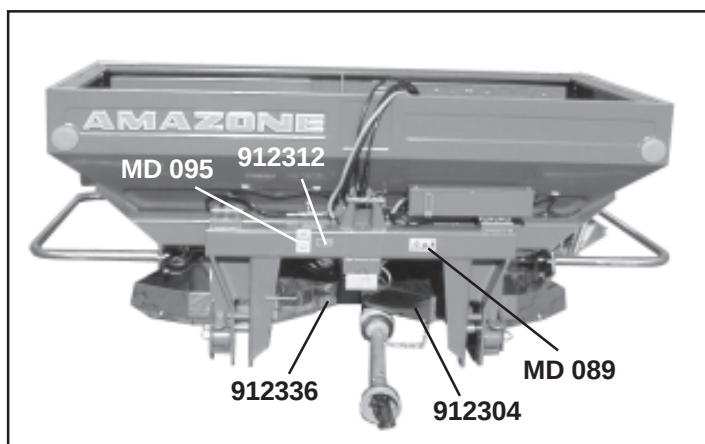
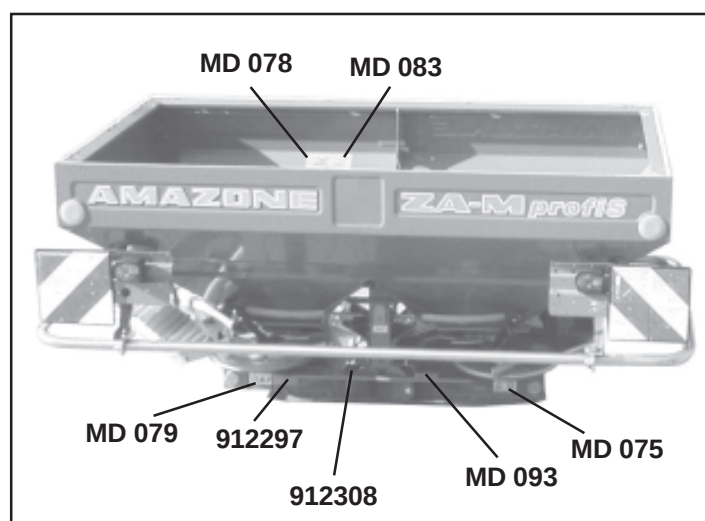

Fig. 2.1
Fig. 2.2
- Fig. 2.1 en fig. 2.2 tonen de bevestigingsplaatsen voor de gevaren- en aanwijzingssstickers op de machine. De bijbehorende verklaringen vindt U ook op de volgende pagina.